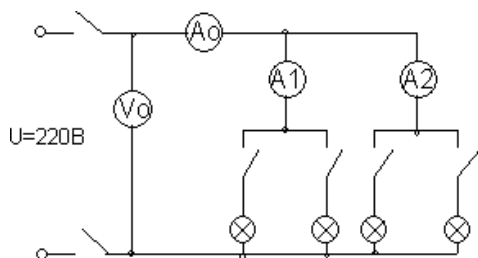

Рис.1.
1. Собрать схему для проверки первого закона Кирхгофа (рис.1). При сборке схемы использовать две группы ламп накаливания. Нагрузку изменять числом ламп, включённых в каждой из групп.